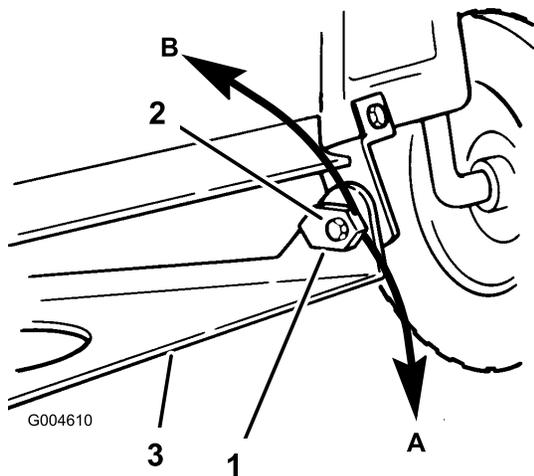

Figure 45
15. Réglez l'inclinaison avant/arrière en tournant les écrous spéciaux situés de part et d'autre du support pivot du plateau de coupe (Figure 45).
16. Tournez lentement l'écrou de réglage d'inclinaison gauche vers le bas pour élever l'avant du plateau de coupe et vers le haut pour abaisser l'avant du plateau de coupe (Figure 45). Tournez l'écrou de réglage jusqu'à ce que l'avant du plateau soit de 6 à 16 mm plus bas que l'arrière.